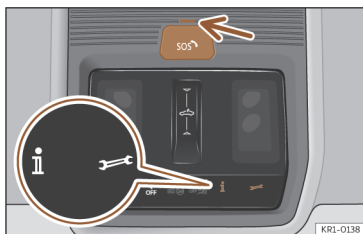

Fig. 46 Na consola do tejadilho: comando para os serviços de voz.
>>> **Fig. 46**, podem executar-se os seguintes serviços de voz:
>>> **Fig. 46** (seta). Indica os seguintes estados:
1. Pressione brevemente a tampa do botão SOS e abra a tampa >>> Fig. 46.
Dependendo do equipamento e do país, o veículo pode estar equipado com um sistema de chamada de emergência. Em alguns países, o sistema de chamada de emergência gratuito público está ativo por defeito. O elemento de controlo encontra-se na consola do tejadilho >>> Fig. 46.
1. Pressione brevemente a tampa do botão ^{SOS} e abra a tampa >>> Fig. 46.